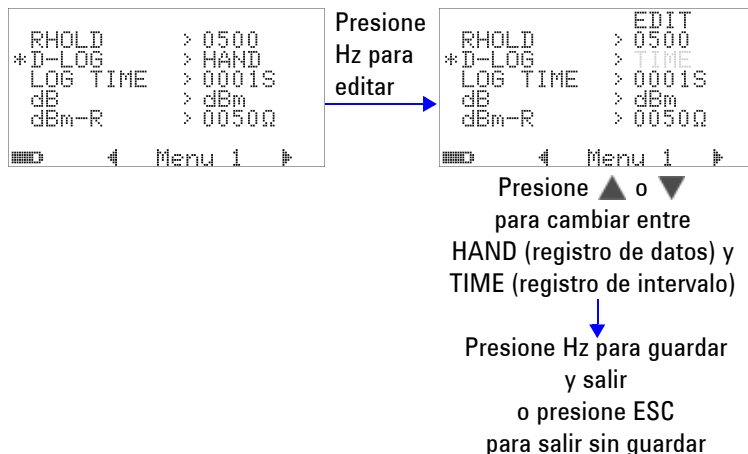

Figura 4-3 Configuración de registro de datos
- 1 Configure en "HAND" para activar el registro de datos manual (a mano), o en "TIME" para activar el registro de datos de intervalo (tiempo). Consulte la Figura 4-3 en la página 88.